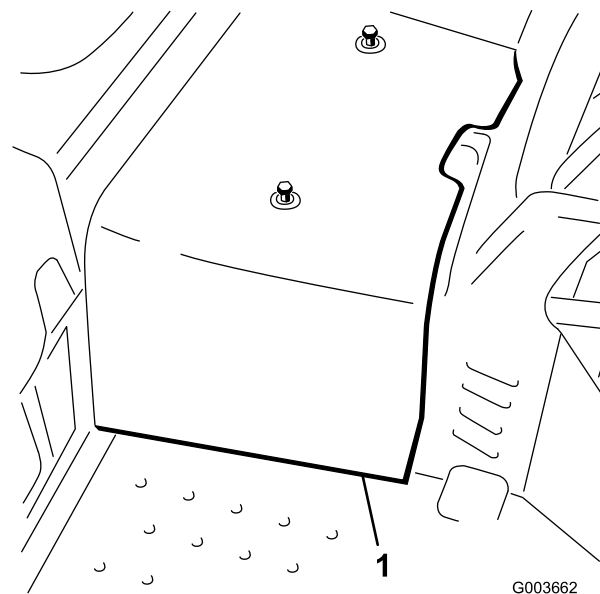

Рисунок 3
6. Отсоедините и снимите с рамы центральный кожух (Рисунок 3).